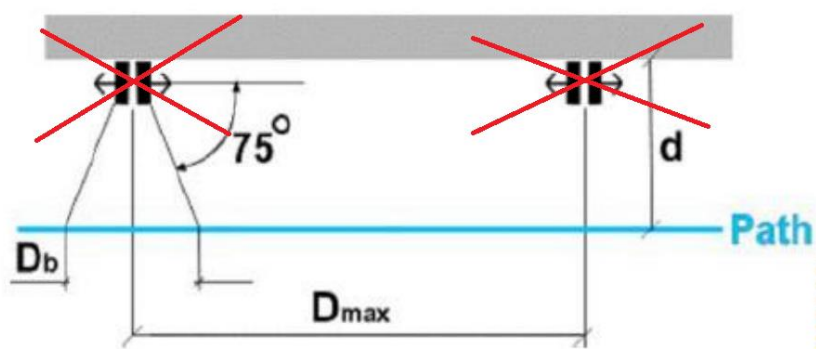

图7-4 反光条布置不合理样例
- 防止反光柱布置的距离过近，反光条布置过近，容易造成错误的匹配。如图 7-4 所示。